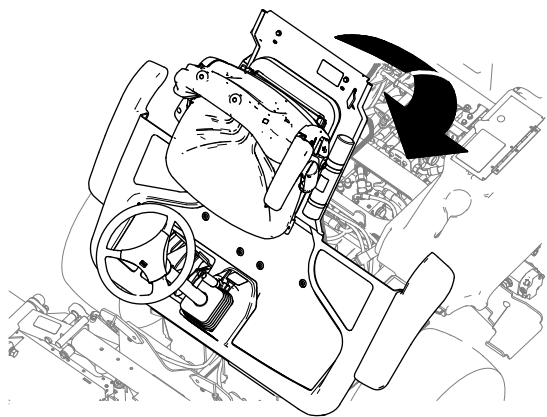

Figure 44
1. Abaissez doucement la plateforme (Figure 44).